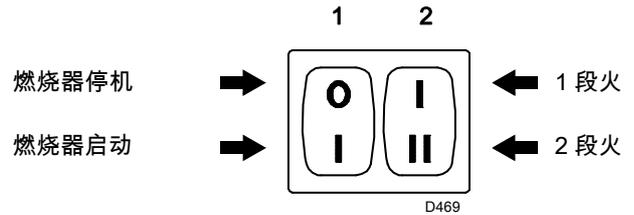
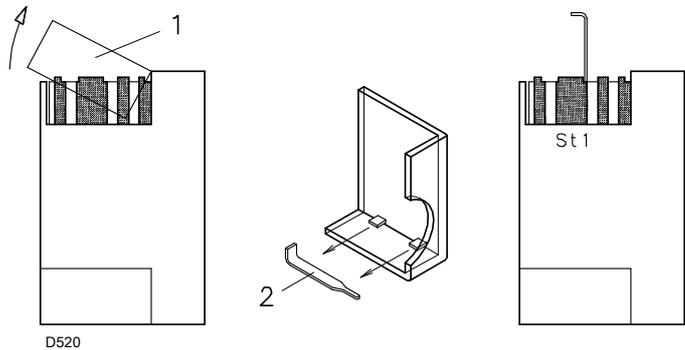

图 28
图 30
- ▶ 开关 1) (图 28) 至“**燃烧器启动 (ON)**”位置；
- ▶ 开关 2) (图 28) 至“**1 段火运行**”位置。
按上述说明操作，燃烧器处于 1 段火出力运行。现在将开关 2 ) ( 图 28 ) 移动至 2 段火出力位置：伺服马达会开启风门挡板，同时将燃气蝶阀开启至 90°。
将开关 2 ) ( 图 28 ) 移动至 “1 段火出力 “ 位置：伺服马达 1 ) ( 图 30 ) 会关小风门挡板，同时将燃气蝶阀角度关至 15°，即工厂设定角度。
- 如需减小供气量，可依次逐步减小凸轮 St1 ( 图 30 ) 的角度 15° 至 13° 至 11°.....
- 如果需要增大供气量，转为 2 段火运行，可以按开关 2 ) ( 图 28 ) 并逐渐平稳地增大橘色杠杆的角度，例如从 15° 逐渐增大至 17°、19°..... 之后，转回 1 段火并测量燃气输气量。
如果增大 St1 的角度，而燃烧器处于 1 段火运行时，燃烧器会锁定。要调整凸轮 St1，按压并取下凸轮盖 1)，如图 ( 图 30 ) 所示，从中取出调整钥匙 2)( 图 30 )，插在凸轮 St1 的插槽中。
使用开关 1)( 图 28 ) 关闭燃烧器，脱开凸轮，将伺服电机轴槽调整至垂直位置，旋转凸轮中心的螺丝，使其形成一个平滑的角度，然后用手前后转动凸轮，检查其转动是否平滑且无卡涩。